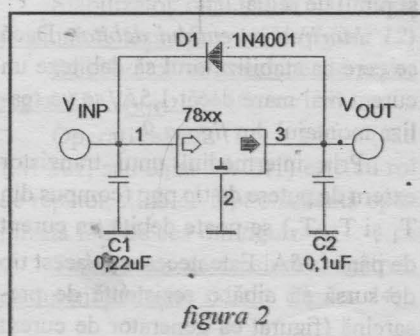

figura 2
**Montajul de bază,** a cărui schemă se găsește în figura 2, se remarcă în primul rând prin simplitatea realizării.